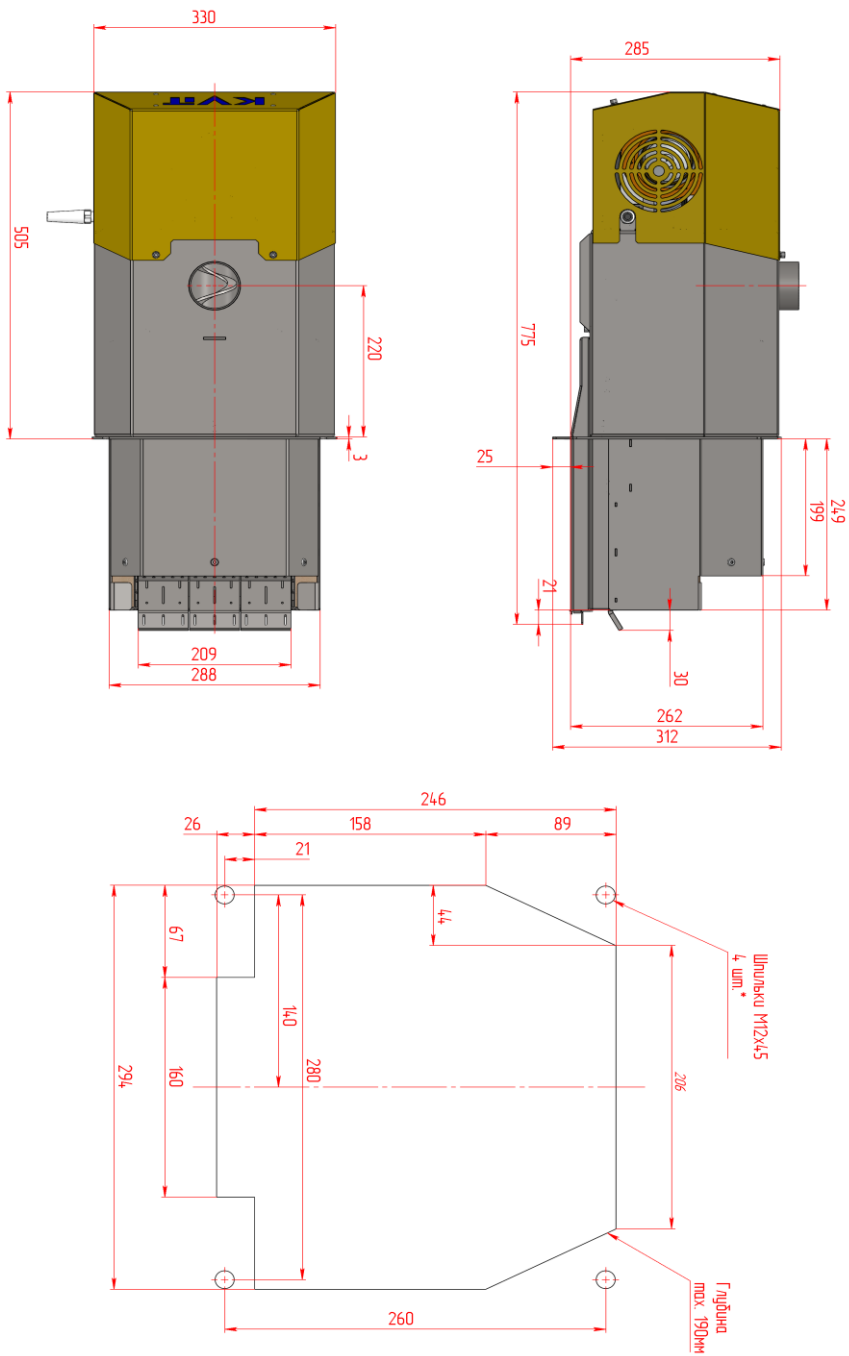

Рис.3 Габаритные и присоединительные размеры пеллетной горелки КVIГ Orbita 150 кВт.
- 2) Согласно схеме на Рис.3 выполнить монтажные отверстия в штатной дверце котла, если в комплекте поставки не предусмотрена дополнительная дверца горелки.